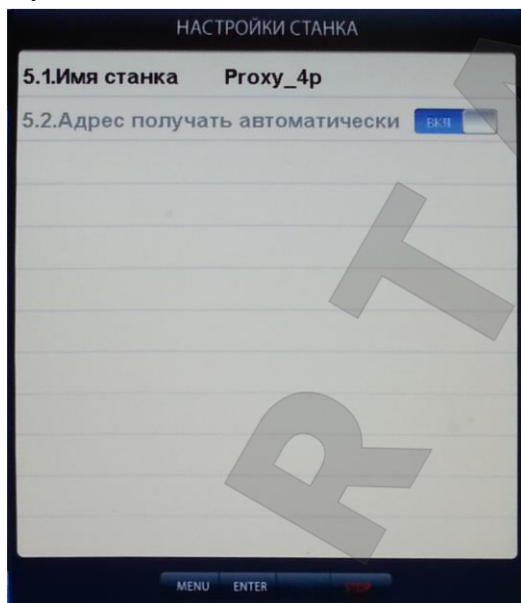

рис.23.2
23.3. Настройка сети (рис.23.2).